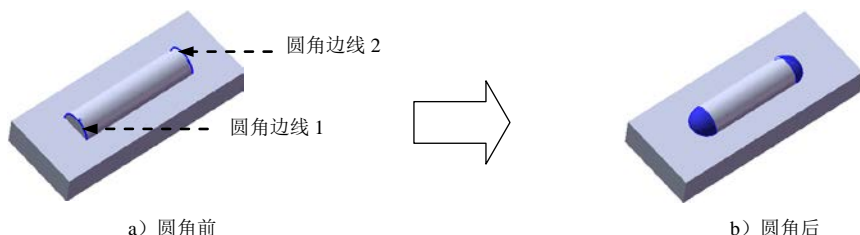

图 7.9 圆角 2
Step5. 创建图 7.9 所示的圆角 2。选择下拉菜单 **插入(I)** → **特征(F)** → **圆角(U)...** 命令；选取图 7.9a 所示的边线为要圆角的对象，在 **圆角项目(I)** 区域的  文本框中输入圆角半径值 1.5，选取 **切线延伸(S)** 复选框。单击  按钮，完成圆角 2 的创建。